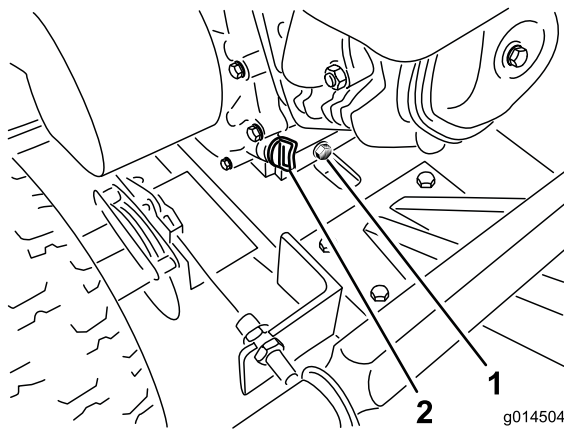

Figura 15
5. Retire el tapón de vaciado y deje fluir el aceite a través del orificio de la ranura del bastidor (Figura 15).
7. Retire el tapón de llenado de aceite y vierta lentamente aproximadamente el 80% de la cantidad especificada de aceite en el motor (Figura 15).